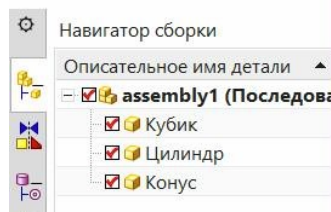

Рис.61
- Как мы уже говорили, пиктограмма *навигатора сборки* (НСб) – это самая верхняя пиктограмма в панели ресурсов (рис.61).
- Обратите внимание на содержимое навигатора сборки на рис.61. Имя всей сборки *assembly1* помечено тремя кубиками. А имена входящих компонентов помечены только одним кубиком. Таким образом подчеркивается некоторая иерархическая соподчиненность деталей сборки.